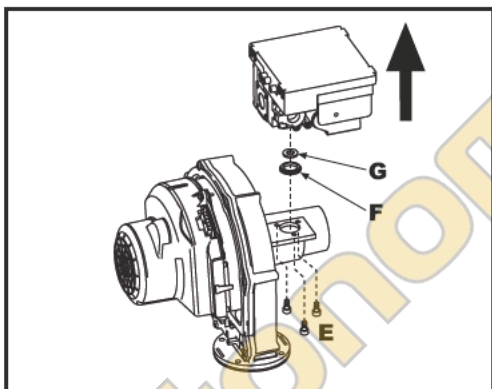
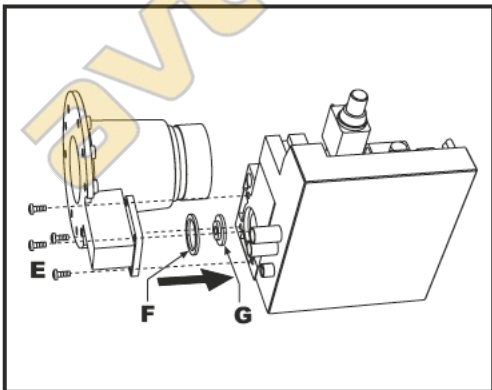

рис. 33 - Модель ENERGY TOP W 70 - W 80
рис. 34 - Модель ENERGY TOP W 125
7. Открутите винты "Е" (рис. 33 модель ENERGY TOP W 70 - W 80 и рис. 34 модель ENERGY TOP W 125) и демонтируйте газовый клапан.
8. Снимите газовую форсунку "F" (см.рис. 33 для модели ENERGY TOP W 70 - W 80 и рис. 34 для модели ENERGY TOP W 125) и замените ее с форсункой, находящейся в комплекте для перенастройки, вставив последнюю в уплотнительное кольцо "G". Установите на место ранее демонтированные детали, затем проверьте систему на отсутствие утечек.